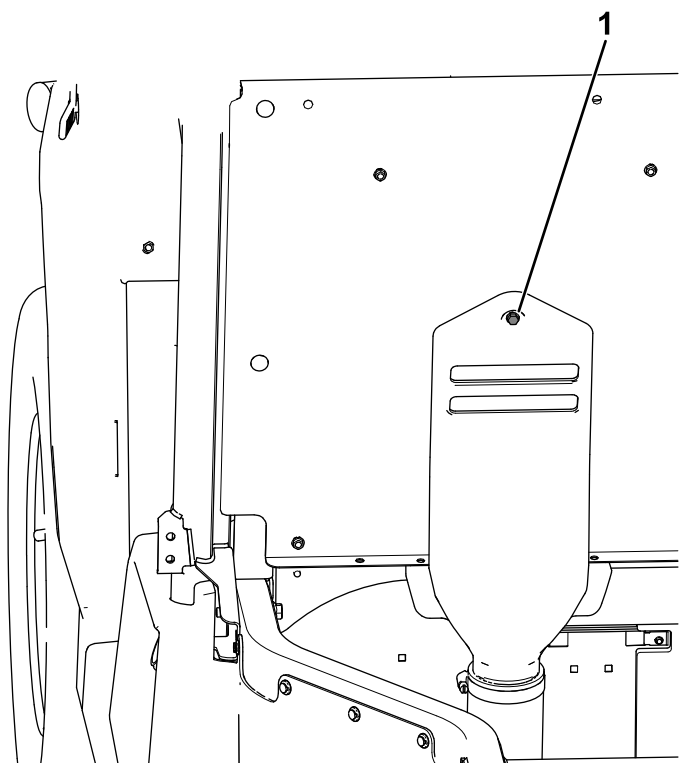

Figura 24
- B. Inserte el perno cautivo conectado a la campana de admisión de la CVT en el taladro que se muestra en el panel de los asientos (Figura 24).